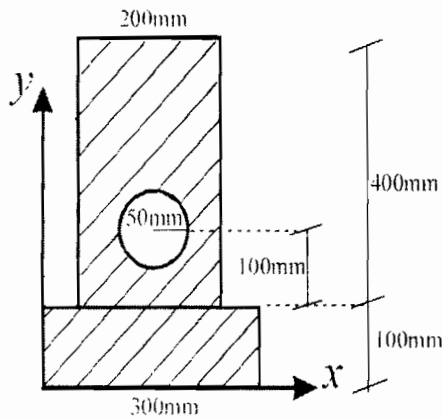

Figure 1
1. Determine the moment of inertia I_{xc} for the composite area shown in Fig. 1 with respect to its centroidal axis X_c . All dimensions are in mm. (30 points)
1. Déterminez le moment de l'inertie I_{xc} par rapport à son axe centroidal X_c pour l'aire composée illustrée dans la Fig.1. Toutes les dimensions sont en mm. (30 points)